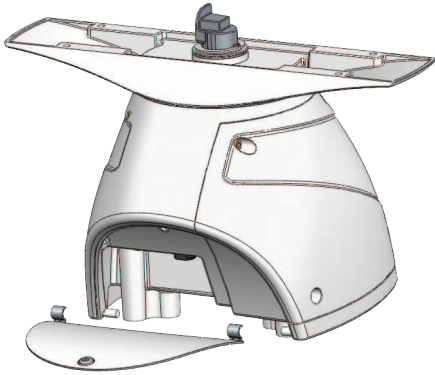

Figura 1
1. Rimuovere il portello nella parte anteriore del piedistallo allentando la vite ed estrarlo dai cardini sollevandolo come illustrato nella Figura 1.